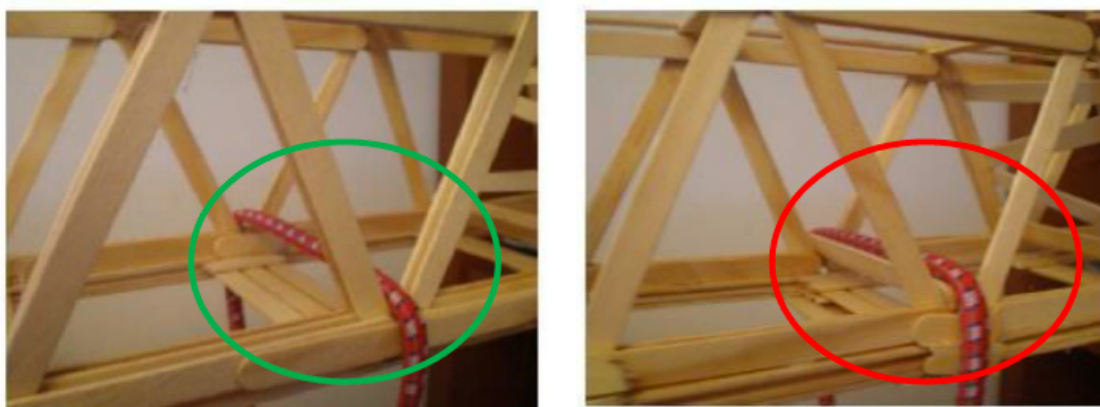

Figura 5: Exemplo de nós permitidos (esquerda) e nós não permitidos (direita)
7. A ponte deverá possuir, preferencialmente, dois nós centrais, alinhados perpendicularmente à maior direção da ponte, onde o carregamento será aplicado. Os dois nós centrais devem ser de tal modo que permitam a passagem de uma corda que será usada para a aplicação da carga e que permitam que esta corda seja apoiada **EXCLUSIVAMENTE** \* nos nós centrais de acordo com a figura 5.